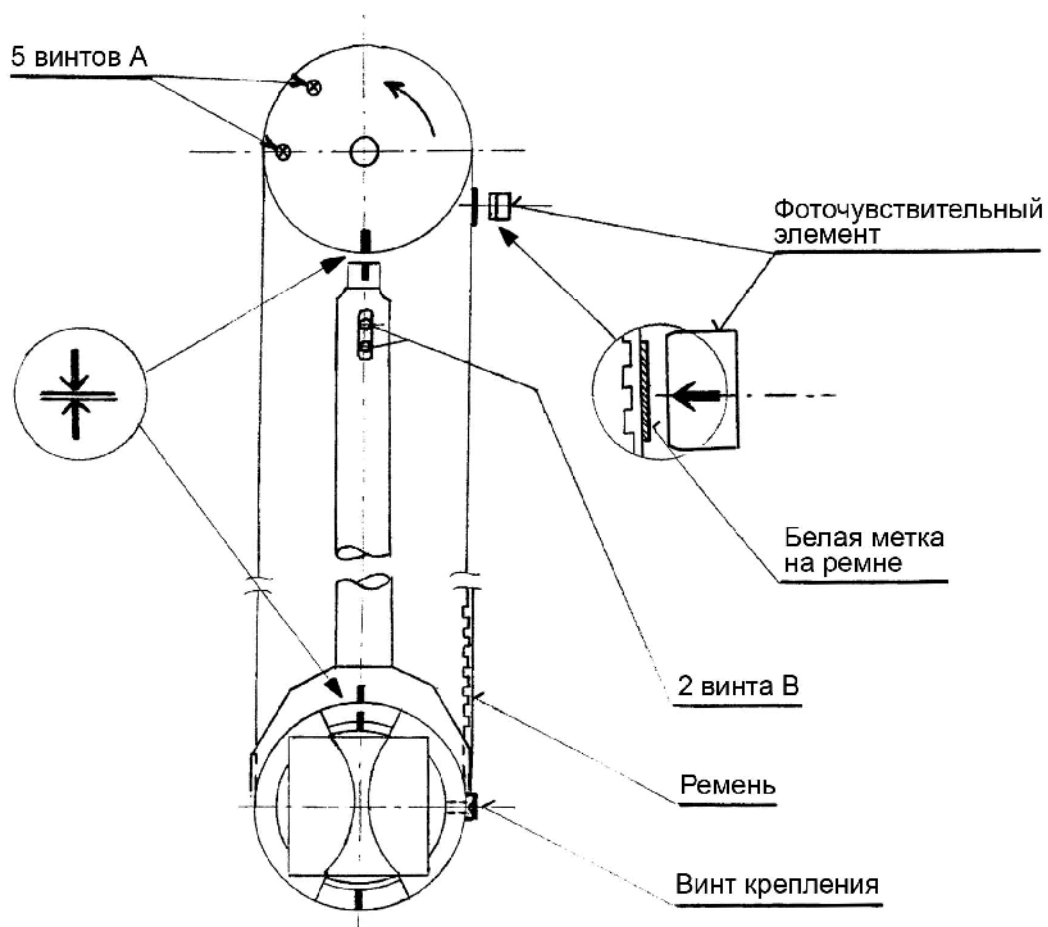

Рис. 4. Модель МФК-1, регулировка ремня - версии FA и A
- Отверните три винта, которые крепят верхнюю черную крышку электродвигателя, и аккуратно снимите ее, потянув вверх. После этого немного ослабьте (не отворачивая) два винта В (см. Рис. 4), но прежде проверьте натяжение ремня, чтобы впоследствии восстановить его на прежнем уровне. После того, как эти два винта будут ослаблены, натяжение ремня ослабнет, и капсулу для образца можно будет извлечь из ее опорного подшипника.
- Если нужно очистить верхнее зубчатое колесо, ослабьте пять винтов А (см. Рис. 4), и произведите очистку колеса.